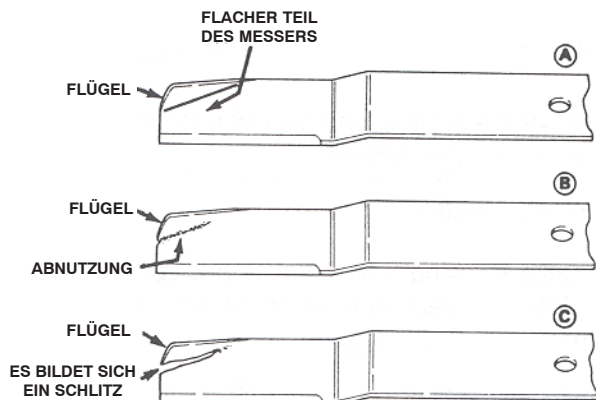

Bild 64
2. Prüfen Sie die Schnittkanten des Messers sorgfältig, insbesondere dort, wo die geraden Flächen die gebogenen berühren (Bild 64-A). Da Sand und Schleifmittel das Metall abnutzen können, mit dem die flachen und gebogenen Flächen verbunden sind, sollten Sie das Messer vor dem Einsatz der Maschine prüfen. Tauschen Sie das Messer aus, wenn Sie eine Abnutzung (Bild 64-B) feststellen, siehe „Entfernen des Mähwerkmessers“ auf Seite 54.